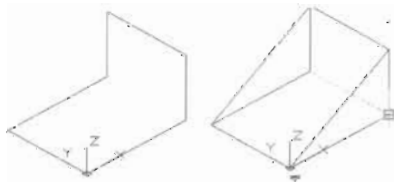

图 13-10
(3) 使用 Line 命令，用直线连接相应的端点，即可绘制出一个楔体线框图形，如图 13-10 所示。